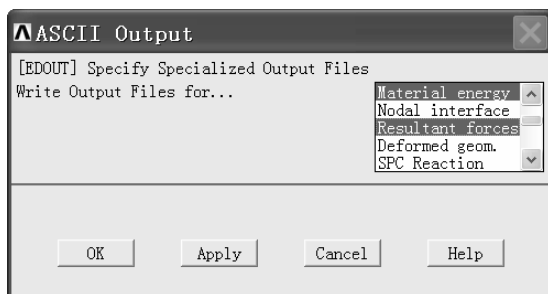

图 9-23 “ASCII Output”窗口
- (1) 沙漏控制。Main Menu>Solution>Analysis Options>Hourglass Ctrl>Global。
- (2) 设定输出文件类型。Main Menu>Solution>Output Controls>Output File Types。
- (3) 文件保存设置。Main Menu>Solution>Output Controls>File Output Freq>Number of Steps。在弹出窗口的第一个方框中输入“20”，在第二个方框中输入“1000”。
- (4) 保存沙漏能及接触力数据。Main Menu>Solution>Output Controls>ASCII Output。选中“Material energy”和“Resultant forces”。如图 9-23 所示。注意：本例中使用的接触类型为单面自动接触，因此不能得到界面间的接触力数据。这里选择“Resultant forces”是为验证这一点，即在后处理中是不能提取接触力信息的。